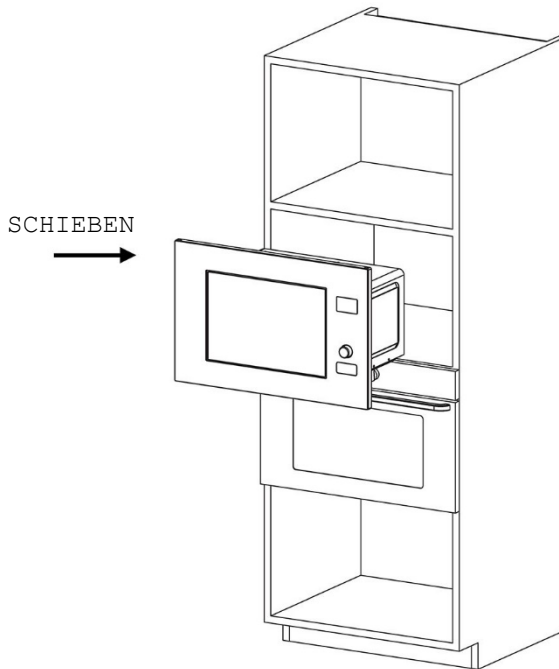

Abb. 1
② INSTALLATION:
a) Stellen Sie den Mikrowellenherd in den Einbauschrack und schieben Sie ihn ganz nach hinten. (Abb. 1)